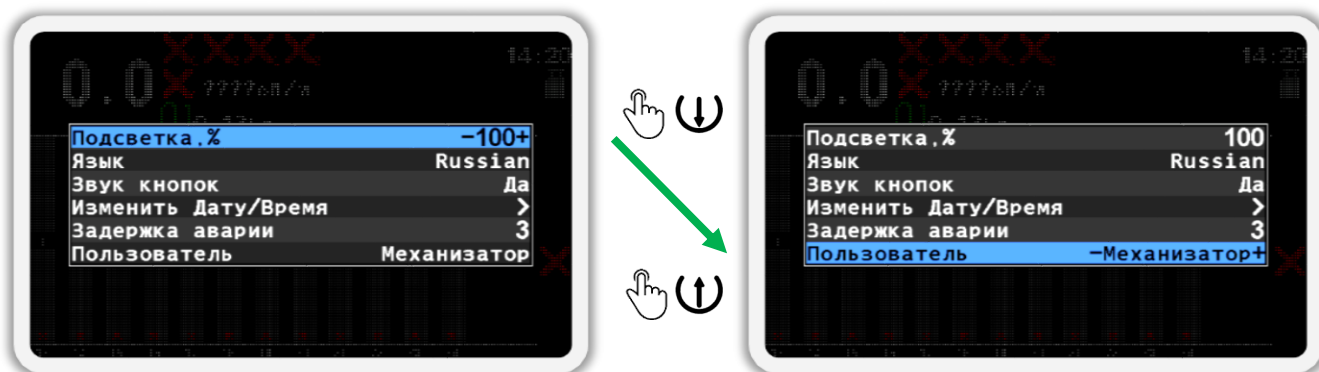

Рисунок 56
5. Еще раз нажмите кнопку  «Меню». В результате на экране будет показано меню «Настройки» (см. Рисунок 56). В этом меню выберите пункт  «Пользователь». Для этого используйте кнопки  «Вверх» и  «Вниз» (далее, по тексту, для перехода от одного пункта меню к другому используйте эти кнопки).